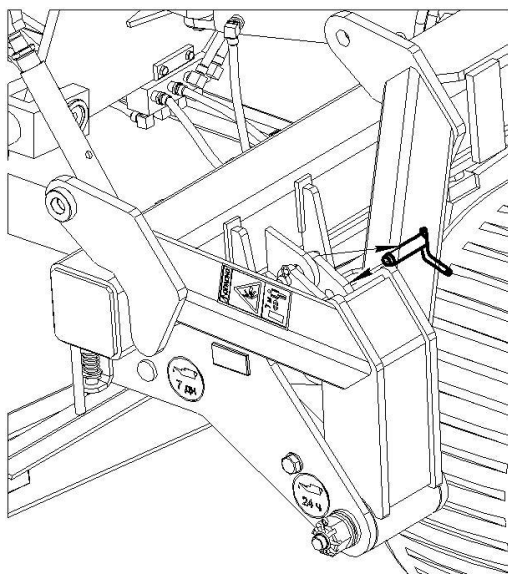

Рисунок 3
- снять пальцы, фиксирующие навески, и установить их в отверстия для сохранности (рис. 3);
- зафиксировать навески пальцами (рисунок 3);